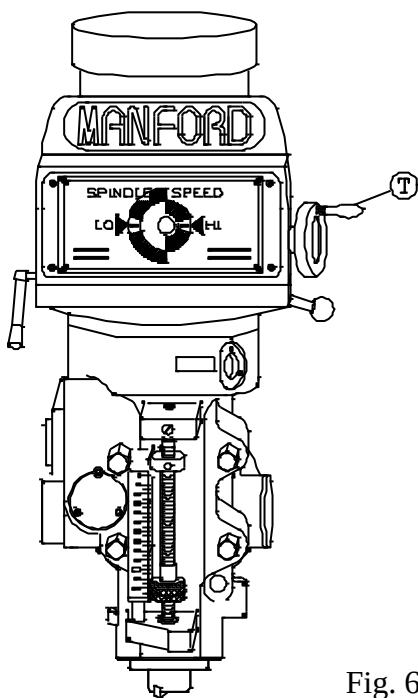

Fig. 6-5
2. Change Spindle Speed (Fig. 6-5)